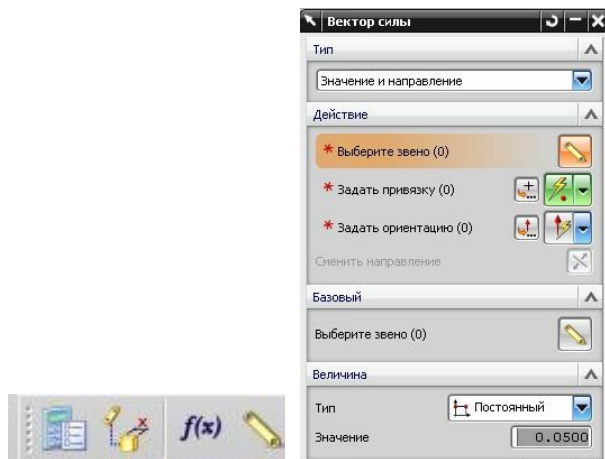

рис.79
- В это диалоговое окно можно попасть и автономно. Для этого в панели инструментов *Перемещение* есть специальная пиктограмма *Менеджер функций* (рис.79, вторая пиктограмма справа).